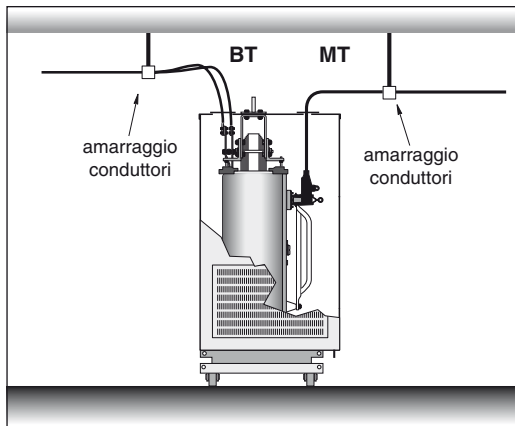

Figura 9 - collegamenti MT e BT provenienti dall'alto.
■ collegamenti MT e BT dall'alto (figura 9)